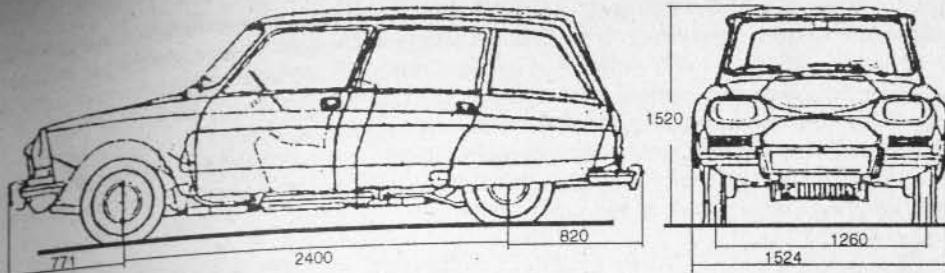

Fig. 1-2.— Dimensiones generales de automóvil AMI-8. Peso vacío, 760 kg.
**3. Ami-8.**— Este modelo Citroën (Fig. 1-2) tiene 4 puertas y 2 asientos transversales, para 4 a 5 personas, portaequipaje y puerta trasera. El asiento trasero es plegable, para aumentar la capacidad del portaequipaje. Su estructura está compuesta por una plataforma y por la carrocería superior, confortable y de trayentes líneas.
**4. Citroën Visa.**— Los modelos Special y Club tienen 4 asientos, 4 puertas laterales y una gran puerta trasera (Fig. 1-2), con asiento trasero plegable.